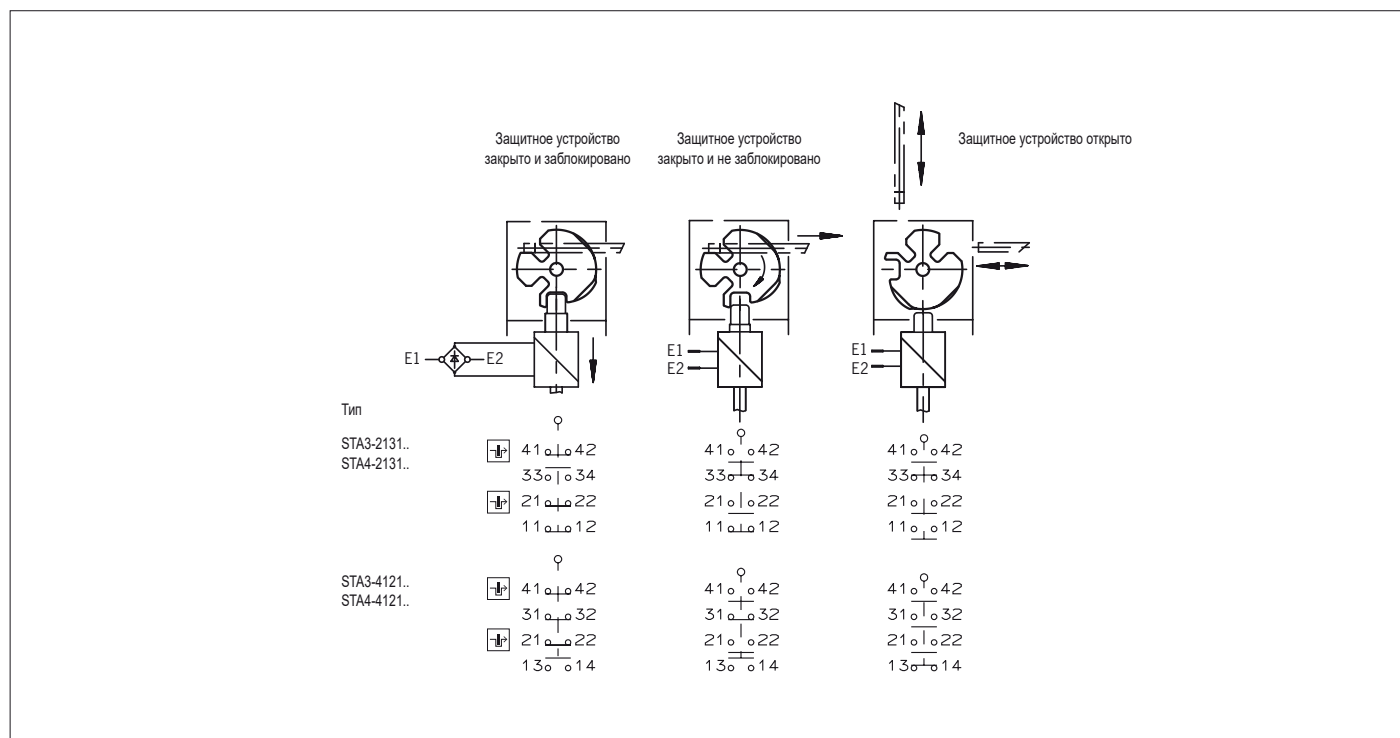

Рис. 3. Коммутирующие элементы и функции переключения
2. Затем подсоединить и затянуть клеммы с моментом затяжки 0,5 Нм (см. схему контактов на Рис. 3).